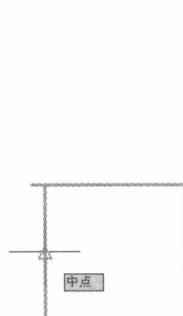

图 1-16 通过捕捉指定直线的第一点
(1) 启用【直线】命令，在系统提示指定第一点时捕捉并单击直线 AF 的中点，如图 1-16 所示。